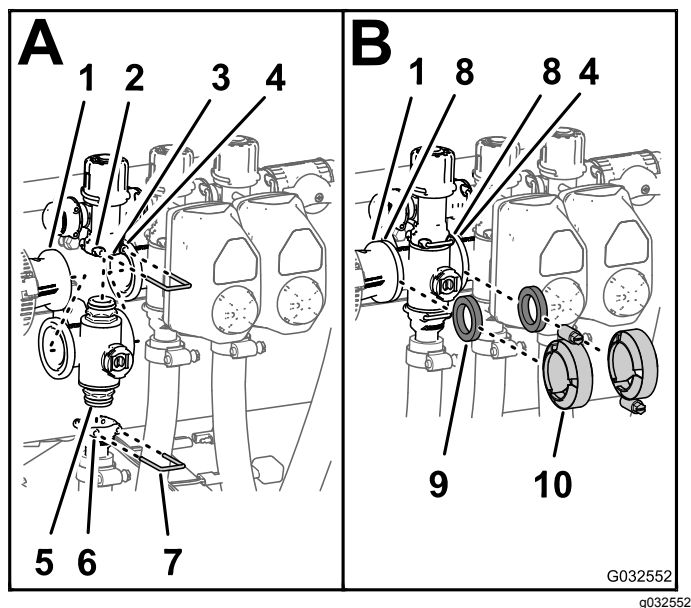

Figura 110
1. Insira a união do tampão superior da válvula do coletor na união da distribuição (A de Figura 110).
2. Prenda a união do tampão à união da distribuição ao inserir uma fixação na entrada da união da distribuição (A de Figura 110).
3. Monte a união de saída na união do tampão inferior da válvula do coletor (A de Figura 110).
4. Prenda a união do tampão à união de saída ao inserir uma fixação na entrada da união de saída (A de Figura 110).
5. Alinhe uma junta entre as flanges do acoplador de redução e do coletor da válvula de secção (B de Figura 110).
6. Monte o acoplador de redução, junta e coletor da válvula de secção com uma abraçadeira bem apertada à mão (B de Figura 110).
7. Se instalar as duas válvulas de secção esquerdas, alinhe uma junta entre as flanges dos dois coletores da válvula de secção adjacentes (B de Figura 110).
8. Monte os dois coletores da válvula de secção adjacentes e a junta com uma abraçadeira bem apertada à mão (B de Figura 110).